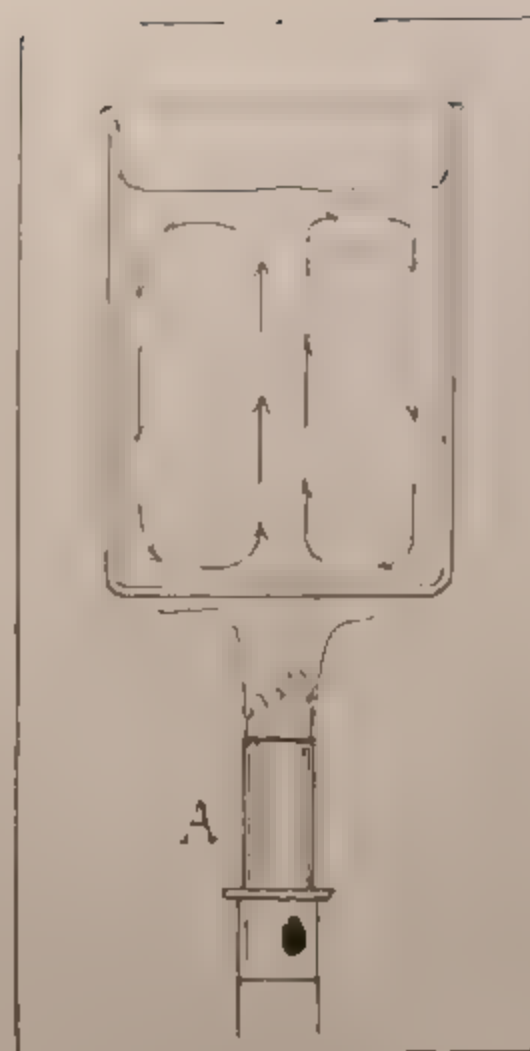

Fig. 108. — SCHEMA DELLE CORRENTI DI CONVEZIONE IN UN LIQUIDO.
**85. Convezione.** — Scaldando la parte inferiore di un recipiente contenente un liquido od un gas, il fluido, riscaldato per conduzione attraverso il fondo del recipiente, diviene più leggero e sale trasportando con sè il calore ricevuto: questo si trasmette perciò rapidamente alle parti superiori (fig. 108). Il calore è dunque, in questo caso, trasportato dalla materia fluida